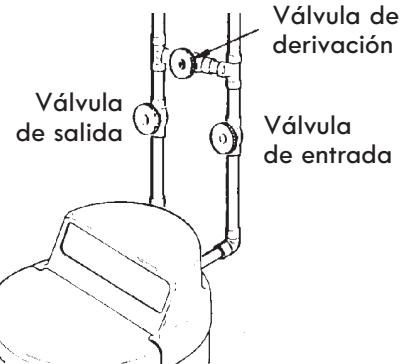

Figura 12
**NOTA:** Siempre instale una válvula de una derivación (incluida), tal como se muestra en las Figuras 5A y 5B; o bien, si lo desea, puede comprar y armar las piezas para un sistema de derivación de 3 válvulas (no incluidas), tal como se aprecia en la Figura 12.